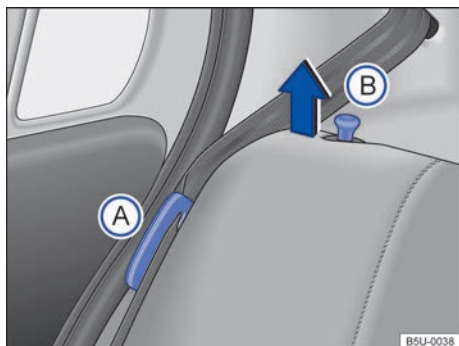
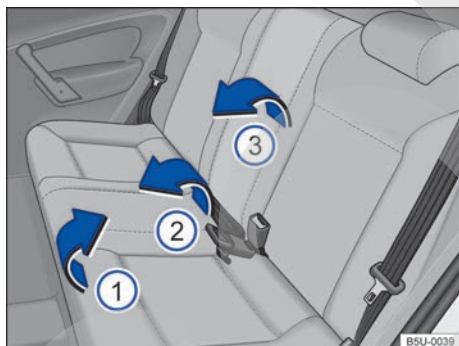

Fig. 76 Asiento trasero: posicionador de la banda del cinturón de seguridad (A) y pasador de desbloqueo del respaldo (B).
Fig. 77 Asiento trasero: inclinar el asiento trasero.
Las figuras → fig. 76 y → fig. 77 ilustran, a modo de ejemplo, el procedimiento para rebatir el asiento trasero.
- Encajar las bandas de los cinturones de seguridad en los alojamientos correspondientes en el guarnecido lateral → fig. 76 (A).
- Tirar del asiento por la parte de adelante → fig. 77 ❶ en el sentido de la flecha, hacia arriba.
- Levantar la parte trasera del asiento → fig. 77 ❷ y desplazar totalmente hacia adelante, para que el asiento quede lo más próximo posible del entarimado y del respaldo del asiento delantero.
- Tirar de las clavijas de desbloqueo → fig. 76 (B) y, al mismo tiempo, plegar parcialmente el respaldo del asiento → fig. 77 ❸ y quitar los apoyacabezas → pág. 51. Bajar completamente el respaldo del asiento trasero.
- Encajar las bandas de los cinturones de seguridad en los respectivos posicionadores → fig. 76 (A).
- Levantar las clavijas → fig. 76 (B) y, al mismo tiempo, plegar parcialmente el respaldo del asiento trasero → fig. 77 ❸. ▶